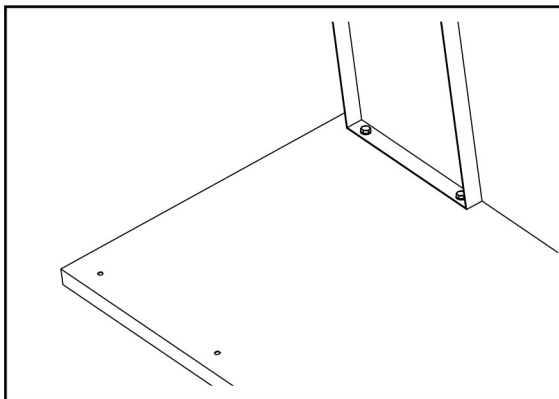
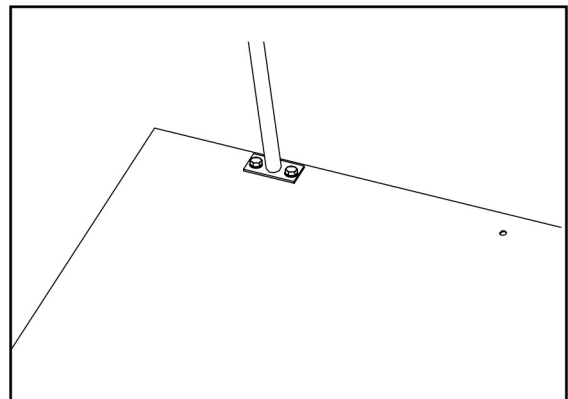

Abb.3-1
Abb.3-2
2. Befestigen Sie die beiden seitlichen Trägerplatten und die beiden Sammelbeutelstäbe mit den entsprechenden Schrauben, Muttern und Unterlegscheiben an der Sockelplatte. (Abb.3-1, Abb.3-2)